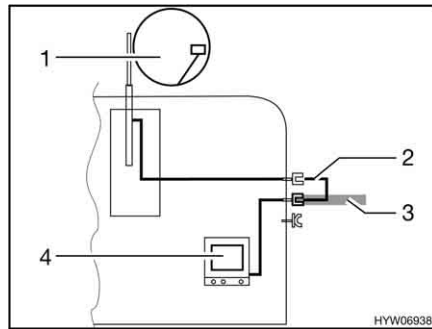

Fig. 178 Televisão no veículo
- Televisão no veículo (Fig. 178,4): Ligação da antena exterior (Fig. 178,1) com cabo de ligação (Fig. 178,2)
- Televisão no veículo (Fig. 178,4): Ligação à antena exterior (Fig. 178,3)